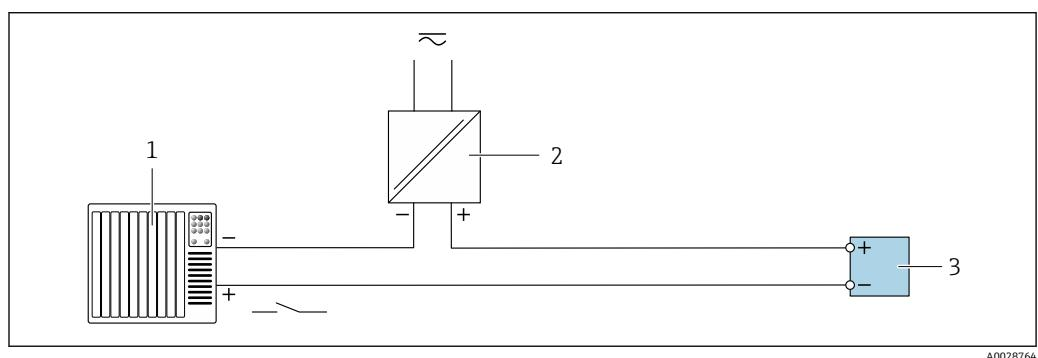

图 19 状态输入的连接示例
- 3 变送器：注意输入参数→图 19
- 3 变送器: 注意输入参数→图 19